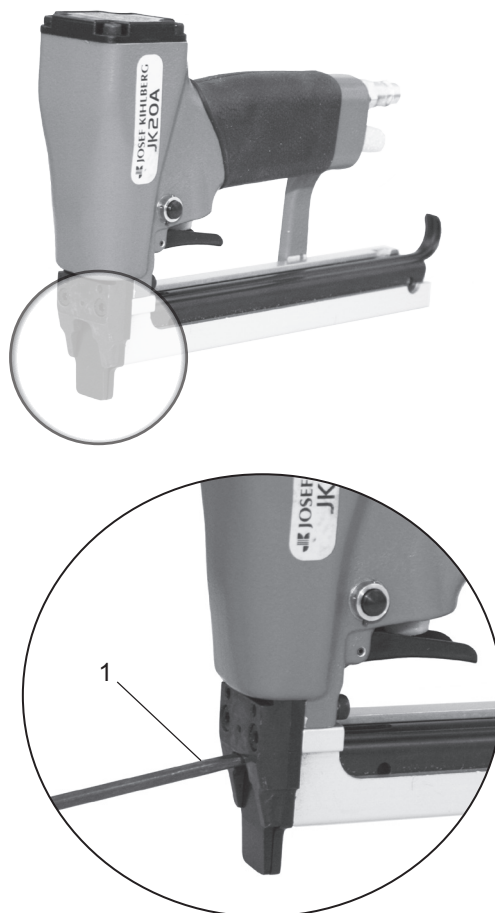

Fig. 5
- Die Vorderplatte mit einem Schraubenzieher (Fig. 5/1) öffnen. Die Vorderplatte hat drei Nuten, dies vereinfacht die Demontage.